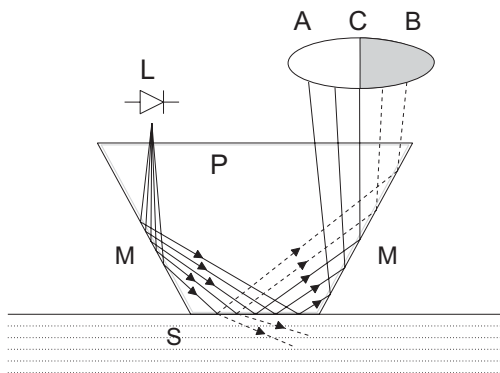

Figura 7.1 Principio del refractómetro
El refractómetro en línea K-Patents determina el índice de refracción n_D de la solución de proceso. Mide el ángulo crítico de refracción con una fuente de luz LED amarilla con la misma longitud de onda (589 nm) que la línea D de sodio (por tanto n_D). La luz de la fuente luminosa (L) en la figura 7.1 se dirige a la interfaz entre el prisma (P) y el medio de proceso (S). Dos de las superficies del prisma (M) actúan como espejos reflejando los haces de luz de forma que chocan contra la interfaz en distintos ángulos.